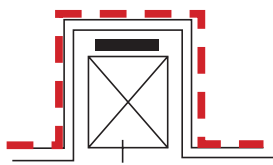
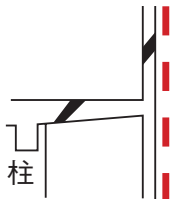

図5 ELVシャフト帳壁
図6 張出し帳壁 (立断面)
- ④ エレベータシャフトの帳壁、張出し帳壁 (図5、図6)